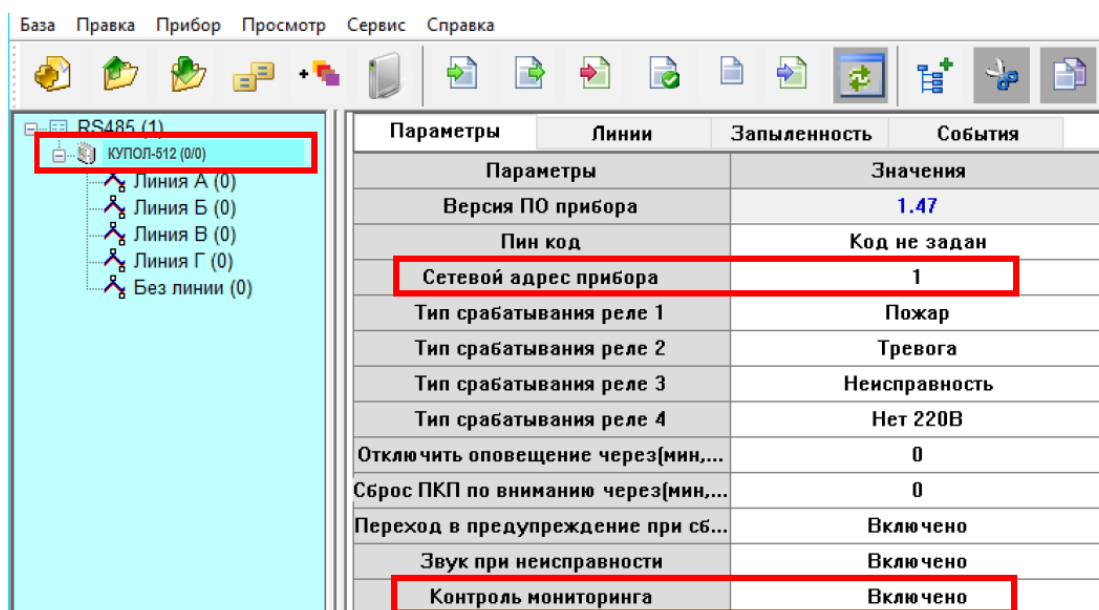

Рис. 3 Установки параметров АПКП КУПОЛ-512.
2.1.2. При подключении на один порт RS-485 нескольких АПКП КУПОЛ-512 необходимо с помощью Конфигуратора установить сетевой адрес прибора от 1 до 8, как показано на рис.3. Адреса не должны повторяться.